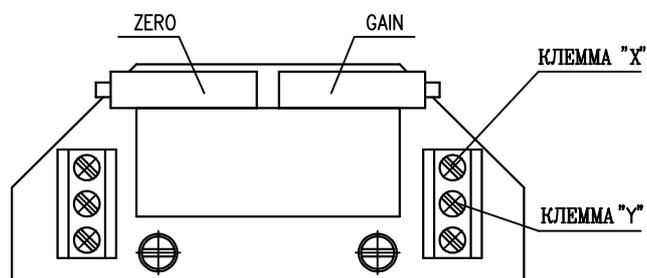

Рис.8
4.4.2 EPV - 3-проводниковое включение (рис.8)
- Установите датчик сопротивления на основании инструкции в предыдущей главе так, что величину сопротивления измеряйте на клеммах X-Y (рис.8). (*употреблен датчик с сопротивлением 2000Ω или 100Ω*)
- Поворачиванием устанавливающего триммера ZERO (рис.8) установите величину выходного сигнала тока, измеряемого на клеммах 81-82, на величину 0 мА или 4 мА.
- Поворачиванием устанавливающего триммера GAIN (рис.8) установите величину выходного сигнала тока, измеряемого на клеммах 81-82, на величину 20 мА или 5 мА.